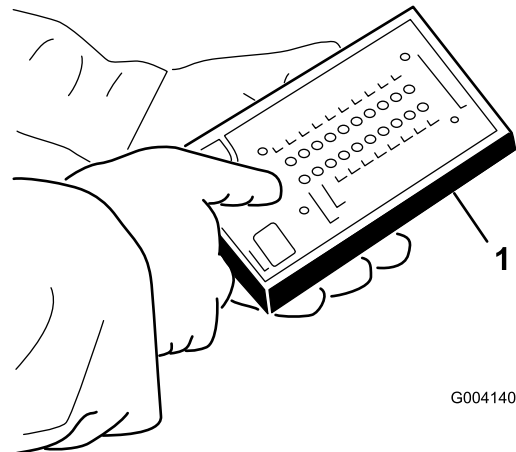

Figure 38
5. Branchez le connecteur de l'outil de diagnostic ACE au connecteur du faisceau de câblage (Figure 38).